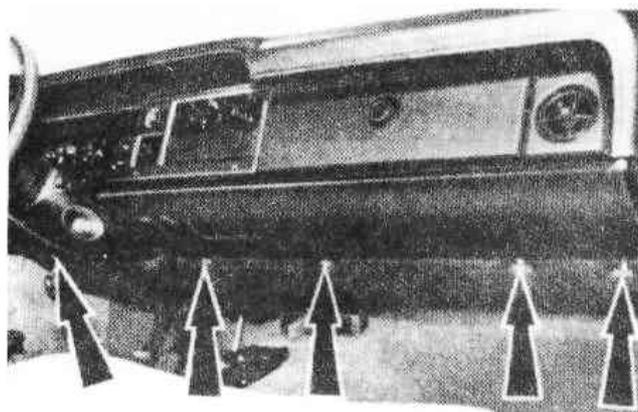

Рис. 3.9 Винты крепления нижней декоративной панели (Разд. 13 и 14)
1. Выверните пять винтов и снимите нижнюю декоративную панель (Рис. 3.9)